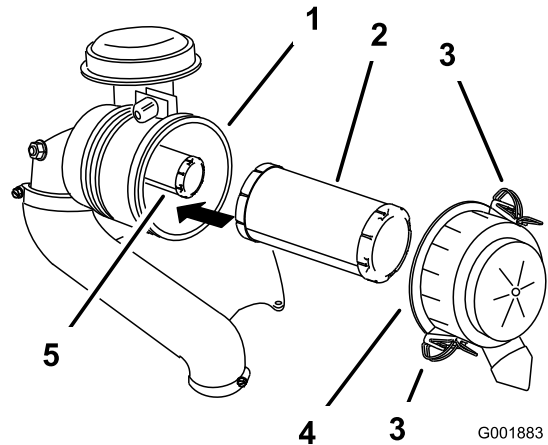

Figura 39
3. Abra los cierres del limpiador de aire y tire de la tapa de la entrada de aire para separarla del cuerpo del limpiador de aire (Figura 39).
5. Extraiga con cuidado el filtro primario de la carcasa del limpiador de aire (Figura 39).
2. Si va a cambiar el filtro interno, deslícelo cuidadosamente en el cuerpo del filtro (Figura 39).
3. Deslice cuidadosamente el filtro primario por encima del filtro de seguridad (Figura 39).
4. Instale la tapa del limpiador de aire y fije los cierres (Figura 39).